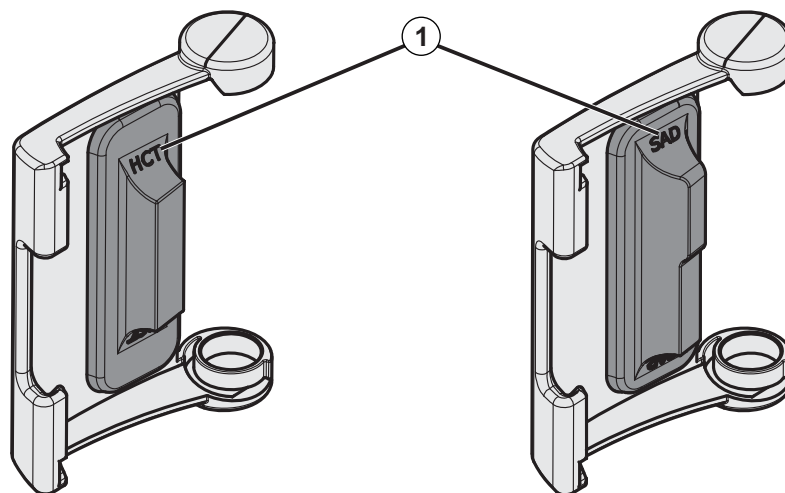

Fig. 7-20 Marca del tipo en tapa de sensor HCT y SAD
¡Al volver a colocar las tapas de los sensores SAD y HCT después de la limpieza, asegurar no intercambiarlas! Las tapas están marcadas con *SAD* y *HCT* en la parte posterior (véase Fig. 7-20 , ①).